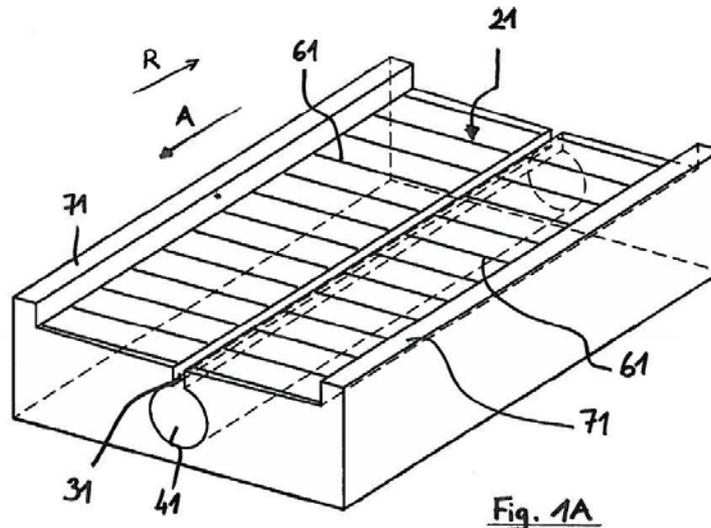
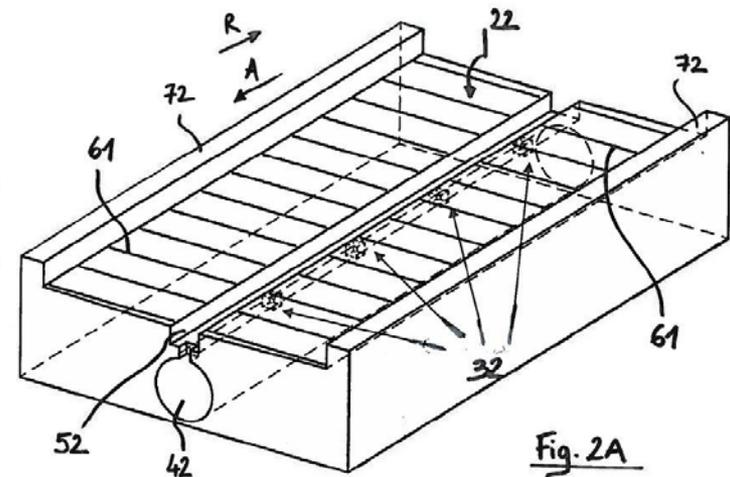

Fig. 1A
Fig. 2A
- ▶ avec une fente avec racleur à corde (fig 1A) ou un rail perforé (fig 2A) et flushing de la canalisation pour prévenir son colmatage si pente insuffisante